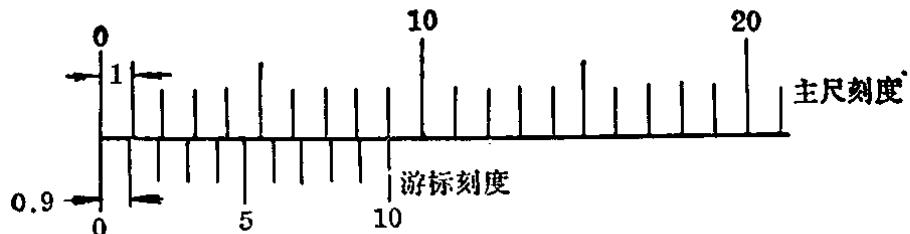

图 1-5 0.1 毫米游标卡尺的刻线原理(一)
(1) 精度为 0.1 毫米的游标卡尺 在这种游标卡尺上，主尺每小格为 1 毫米，每大格为 10 毫米。副尺(游标)上每小格为 0.9 毫米。主尺与副尺每小格的差是 $1 \text{ 毫米} - 0.9 \text{ 毫米} = 0.1 \text{ 毫米}$ ，如图 1-5 所示。